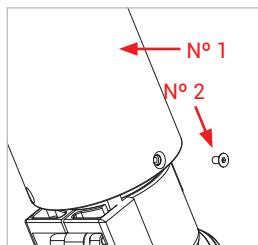

Figure 6
- ▶ Dévissez les trois vis à tête fraisée (nº 2) avec un tournevis à six pans SW2 pour les retirer du manchon de protection anti-choc (nº 1) (*Figure 6*).